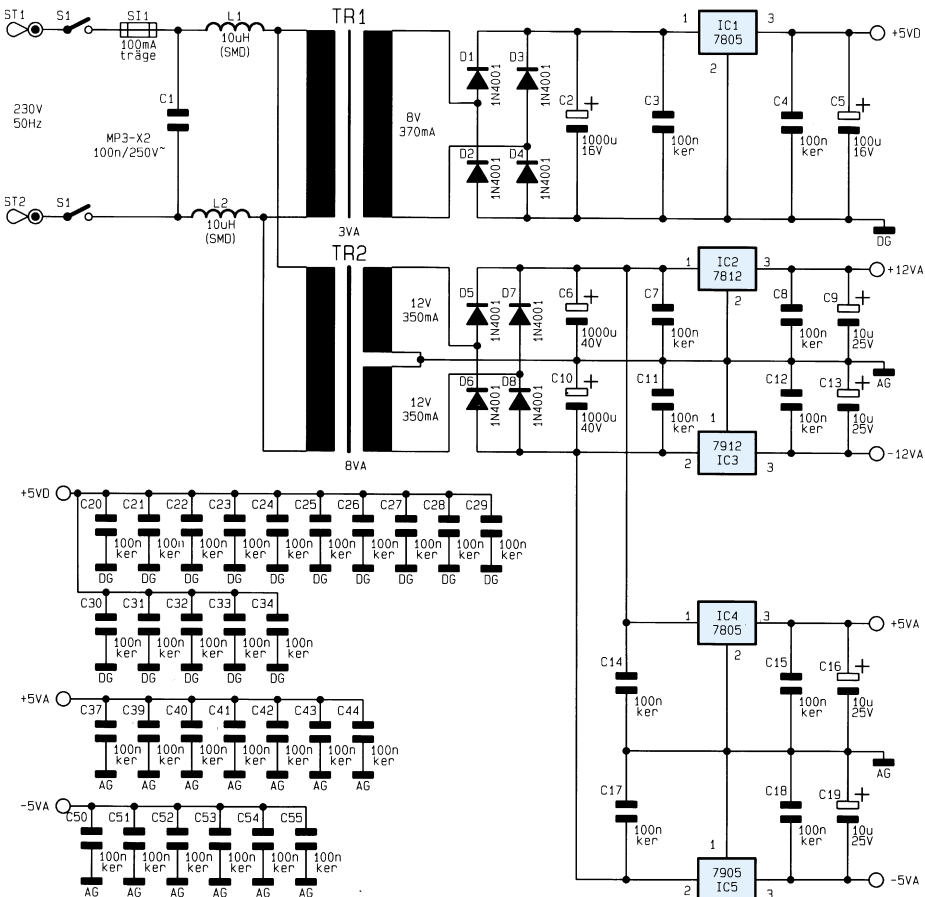

Bild 9: Netzteil des Multi-Funktions-Generators MFG 9000
- Abbildung 9: Netzteil
Netzteil (Abbildung 9)
Abschließend soll das Netzteil des MFG 9000 betrachtet werden, welches in Abbildung 9 dargestellt ist. Da schnelle Digitaltechnik und empfindliche Analogtechnik parallel im Gerät betrieben werden, stellt der Transformator TR 1 für den Digitalteil die getrennte Versorgungsspannung +5V_d zur Verfügung. Somit wird eine Beeinträchtigung der Signalqualität durch eventuelle Einkopplungen aus dem Digitalteil sicher vermieden.